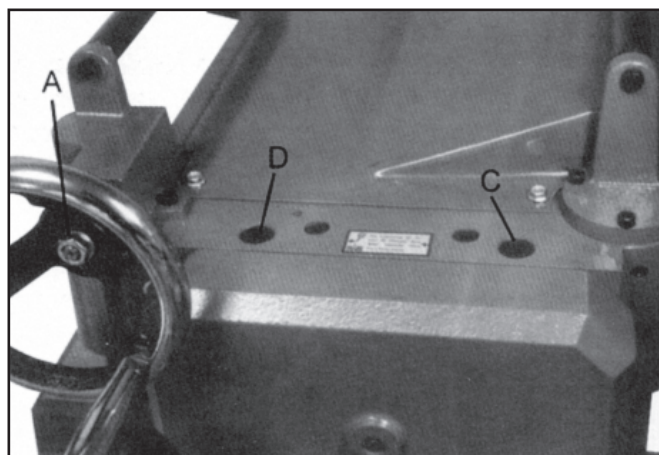

Figura 15
1. Para ajustar la tensión del resorte del rodillo de alimentación, gire el tornillo (D, Figura 15) en el sentido de las manecillas del reloj para aumentar la tensión y en sentido contrario a las manecillas del reloj para disminuir la tensión. Ajuste a la misma tensión en ambos extremos del rodillo.
2. Para ajustar la tensión del resorte del rodillo de expulsión, gire el tornillo (C, Figura 15) en el sentido de las manecillas del reloj para aumentar la tensión y en sentido contrario a las manecillas del reloj para disminuir la tensión.